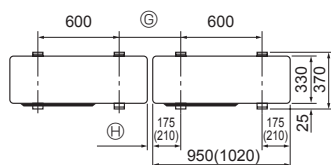

Fig. 3-1
- \* Bien installer l'appareil sur une surface solide et de niveau, de façon à éviter tout bruit de crécelle pendant le fonctionnement. (Fig. 3-1)